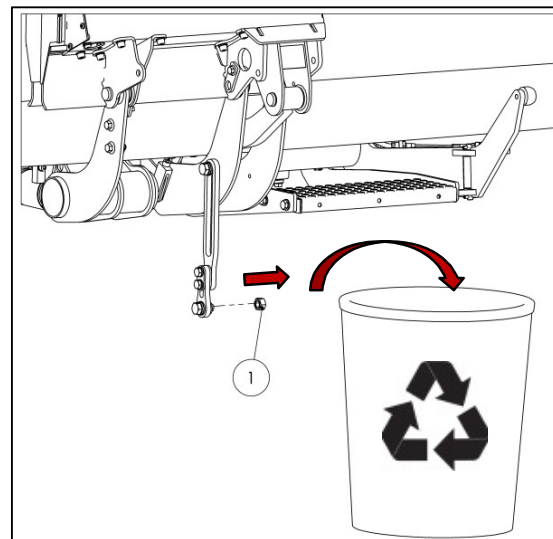

Fig. 64
- Retire y deseche correctamente la tuerca del bloqueo de transporte (1) (vea la Fig. 64).